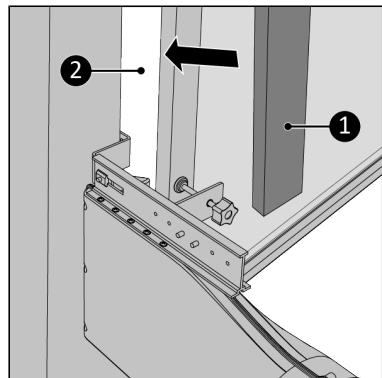

Figure 179.
17. Comblez les espaces vides (Figure 179, pos. 1) avec la mousse d'isolation fournie (Figure 179, pos. 2), découpez la mousse si nécessaire*.